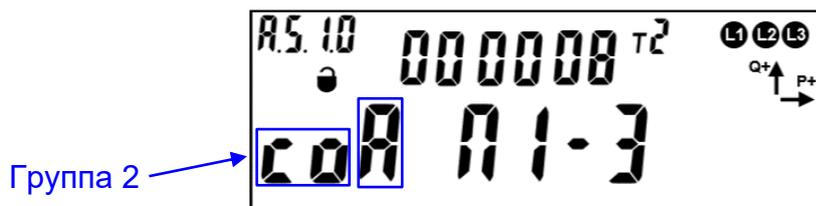

Рисунок 215
7.14.1.5 Для опломбирования крышки корпуса и клеммной крышки счетчика кнопкой, необходимо перейти в окно текущего состояния электронной пломбы⁷⁶ (см. рисунок 215).